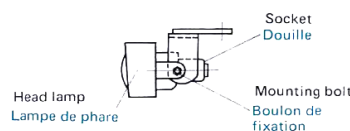

Fig. 15
- (1) Open the bonnet, loosen the mounting bolts, and adjust the head lamp irradiating angle.
- (2) When replacing a head lamp bulb, turn the lamp socket slightly counterclockwise while gently pressing it, and then pull it off. By turning the bulb counterclockwise while pressing it, the bulb can be removed. (Fig. 15)
- (1) Ouvrir le capot, desserrer les boulons de fixation et ajuster l'angle du faisceau du phare.
- (2) Pour remplacer l'ampoule, tourner doucement la douille de l'ampoule dans le sens contraire des aiguilles, puis l'enlever. L'ampoule peut être enlevée en la tournant dans le sens contraire des aiguilles tout en la poussant. (Fig. 15)